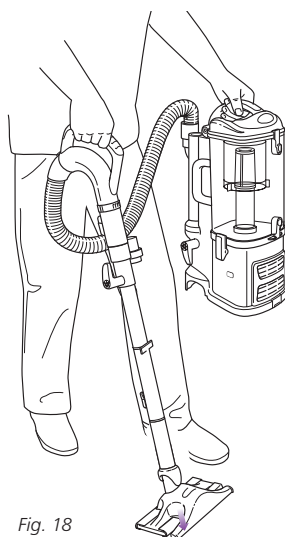

Fig. 18
- 2 Installez l'accessoire Dust-AwayMC pour planchers en bois franc à l'extrémité du tube de rallonge. (Fig. 18)